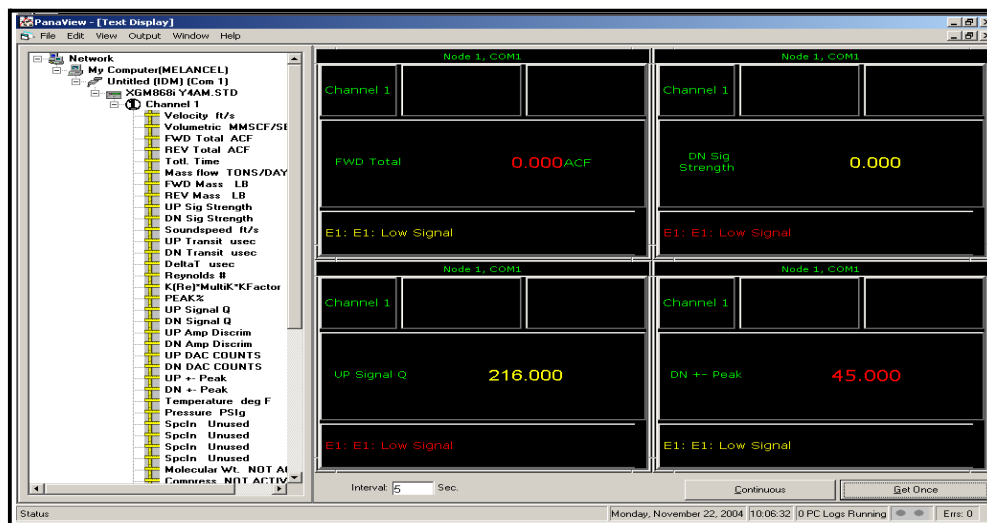

Figura 20: Schermate di testo multiple nella finestra di visualizzazione del testo
2. Ripetere il passaggio 1 per tutti gli altri parametri di processo desiderati, facendo doppio clic su di essi nella struttura di rete di PanaView. PanaView dispone automaticamente le schermate di testo multiple nel riquadro destro della finestra di *visualizzazione del testo*, come mostrato nella Figura 20.